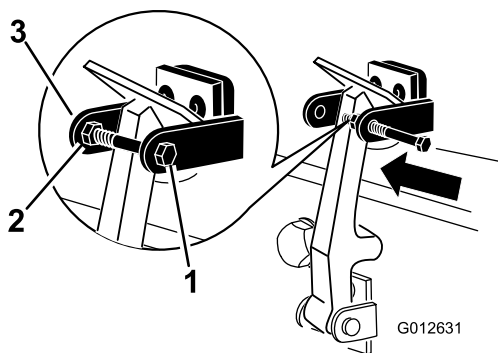

Figura 9
7. Enrosque el perno en el otro brazo del seguro de cierre del capó para fijar la posición del cierre (Figura 9). Apriete firmemente los pernos, pero no apriete la tuerca.